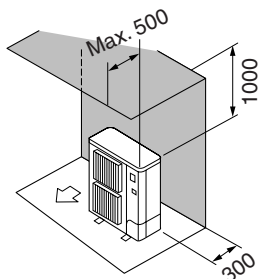

Fig. 2-3
- ② Hindernisse nur auf der Rück- und Oberseite (Fig. 2-3)